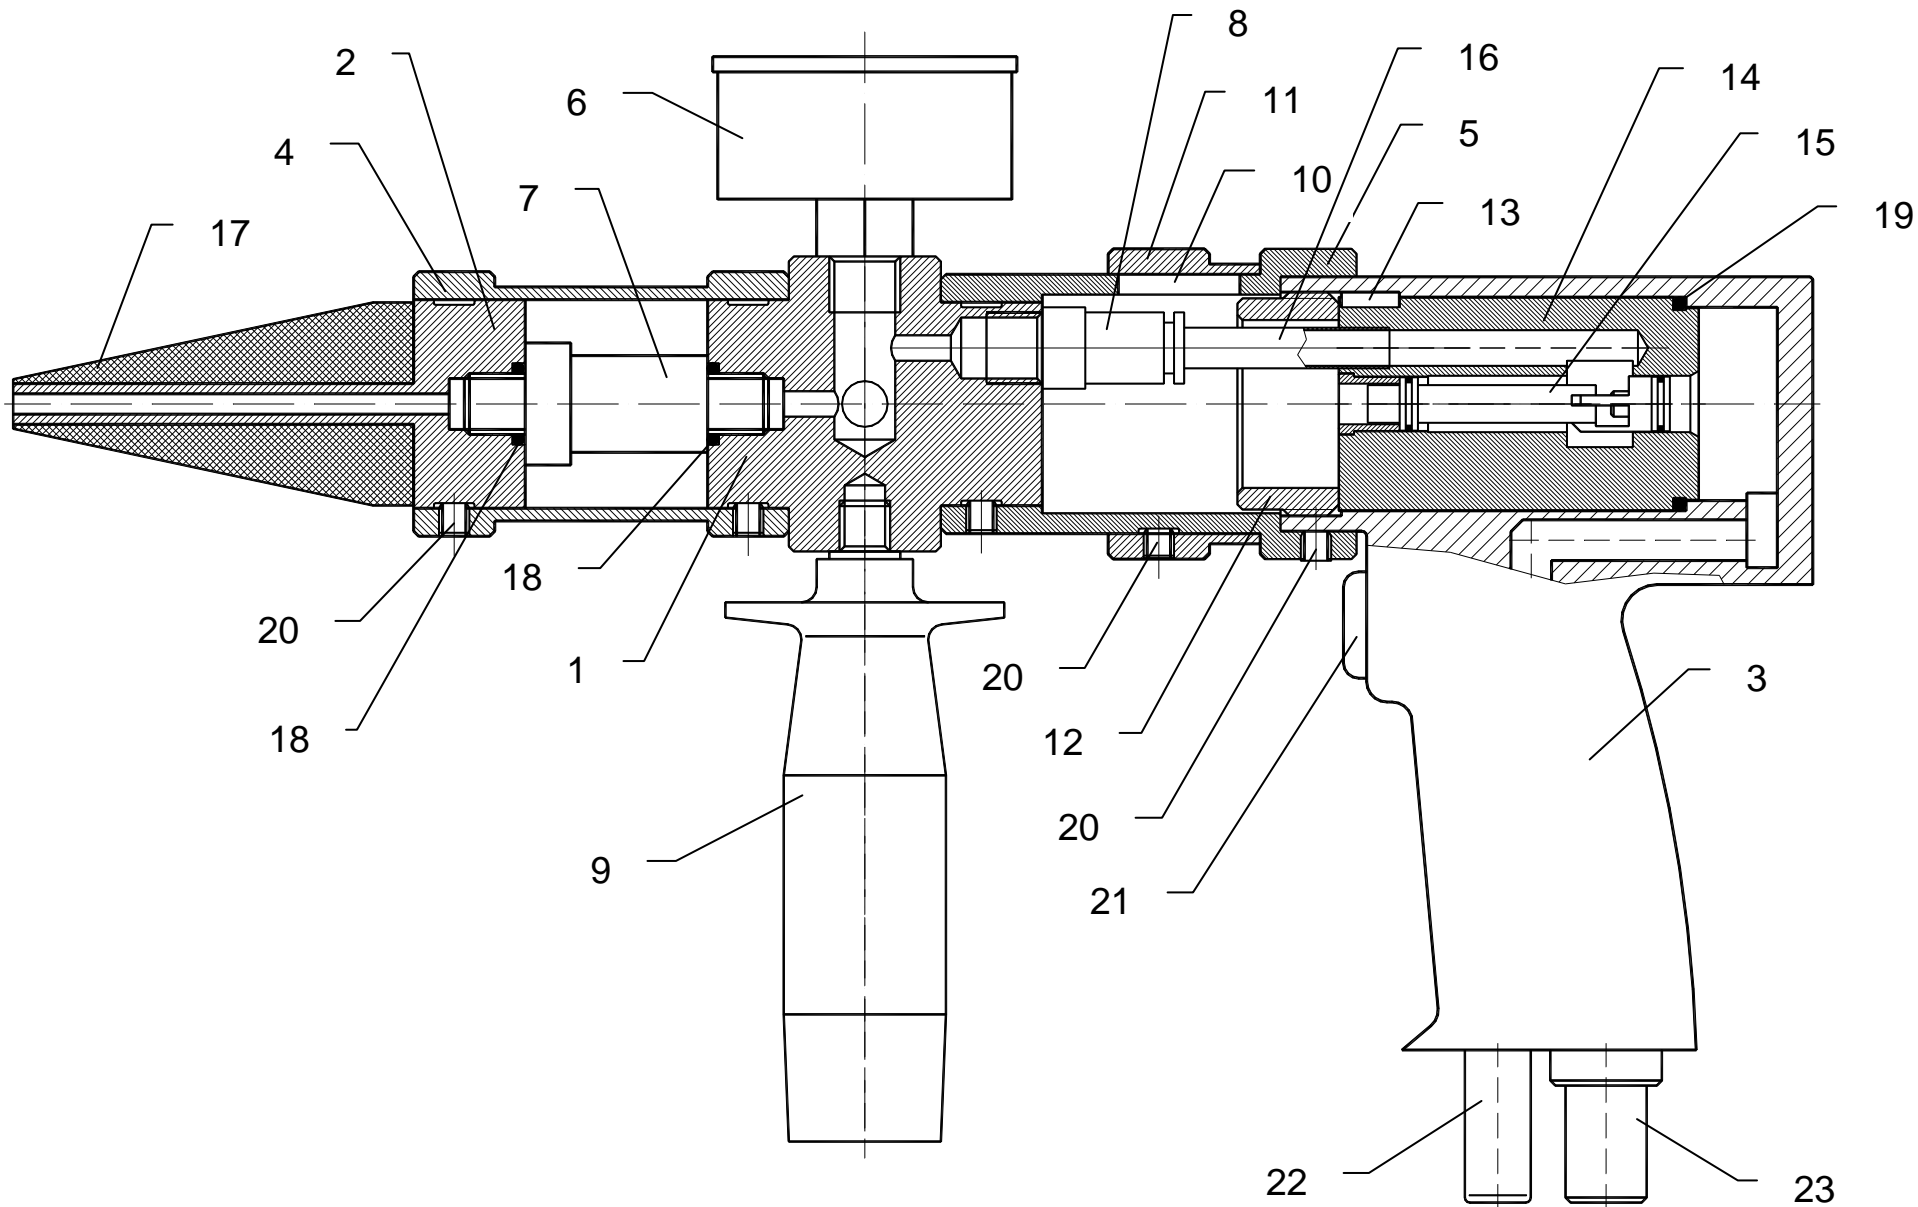
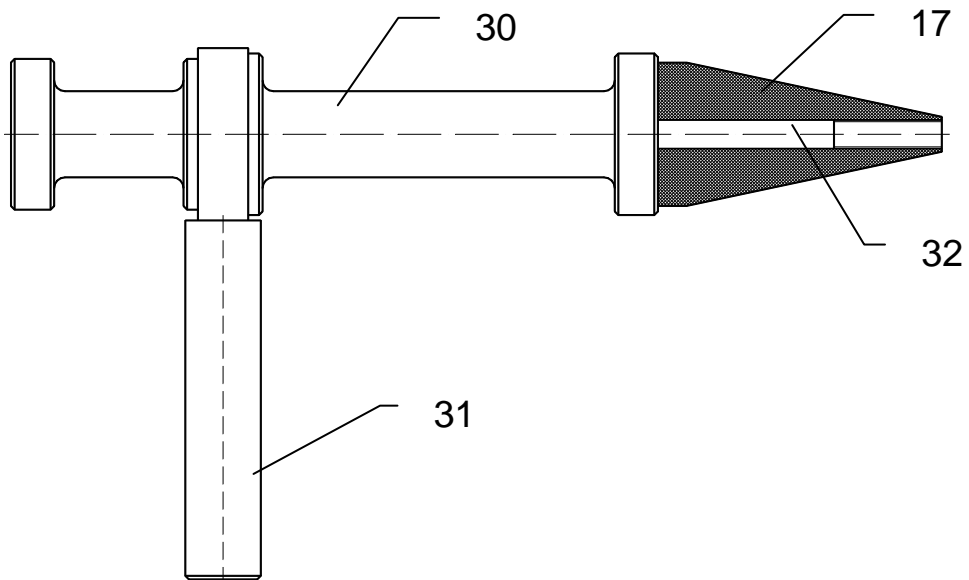

Рис. 1 Вакуумный пистолет
Рис. 2 Заглушка
Тестер состоит из вакуумного пистолета (рис. 1) и заглушки (рис. 2).
Заглушка тестера (рис. 2) состоит из корпуса 30 с рукояткой 31. На шток корпуса навинчена по резьбе резиновая уплотнительная насадка 17.
- Шестигранным ключом на 3 мм вывернуть шесть винтов 20 (рис. 1) передней втулки 4 и снять втулку с тройника 1 и передней оправки 2 (на рис. 1 - влево).
- Шестигранным ключом на 3 мм вывернуть винты 20 (рис. 1) из защитной втулки 11 задней втулки 5.
- С помощью круглогубцев (или пинцета) нажать на выступающее из обратного клапана 8 зажимное кольцо таким образом, чтобы оно до упора переместилось в сторону тройника (на рис. 1 - влево) и, удерживая кольцо в этом положении, потянуть за рукоятку 3 пистолета в противоположную сторону (на рис. 1 - вправо). При этом шланг 16 выйдет из соединения с обратным клапаном, и пусковая рукоятка вместе с корпусом эжектора отсоединится от задней втулки.
- С помощью оправки (пруток круглого сечения наружным диаметром 6,5 - 7,0 мм) вытолкнуть эжектор из корпуса со стороны прижимной гайки (на рис. 1 - вправо).